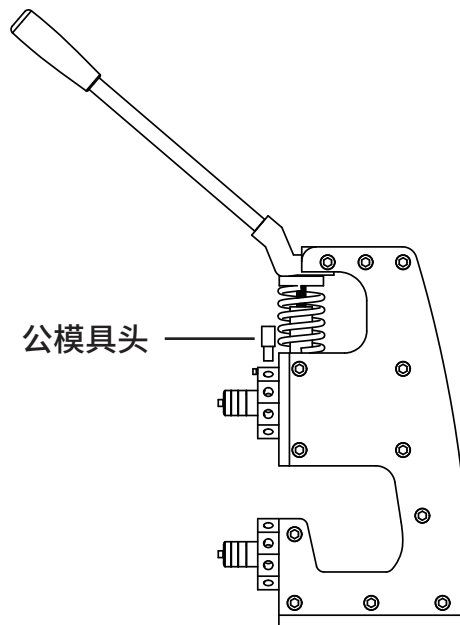

图2
- 2.如图2所示,如图2所示,将公模具头放入转台底座对应位置。